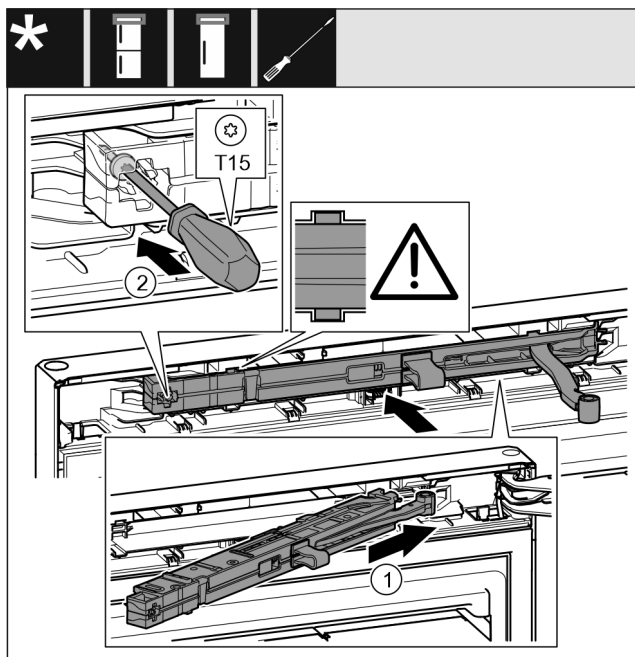

Fig. 20
- ▶ Shtyni pjerrtas deri në fund brenda në fole njësine e amortizatorit të mbylljes, në anën e bazamentit mbështetës. Fig. 20 (1)
- ▶ Mbërtheni fort vidën me një kaçavidë T15. Fig. 20 (2)